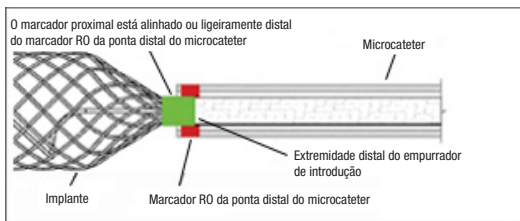

Figura 6 – Posição das faixas de marcação para separação
- Sob orientação fluoroscópica, avance lentamente o implante para fora da ponta do cateter. Continue a avançar o implante para o local pretendido até que o marcador radiopaco proximal no implante esteja alinhado ou ligeiramente distal do marcador RO da ponta distal do cateter, posicionando a zona de separação imediatamente fora da ponta do cateter. Veja a Figura 6. Reposicione, se necessário. Se o tamanho do implante não for adequado, retire e substitua por outro dispositivo. Se for observado movimento indesejável do implante sob fluoroscopia após a colocação e antes da separação, remova o implante e substitua por outro implante de tamanho mais adequado. O movimento do implante poderá indicar que este pode migrar depois de ser separado. **NÃO rode o empurrador de introdução durante ou após a introdução do implante na vasculatura. A rotação do empurrador de introdução pode resultar em danos no implante ou na separação prematura do implante do empurrador de introdução, o que pode resultar na migração do implante. Também deve ser efetuada uma avaliação angiográfica antes da separação para garantir que o implante não se está a estender para dentro da vasculatura não pretendida.**